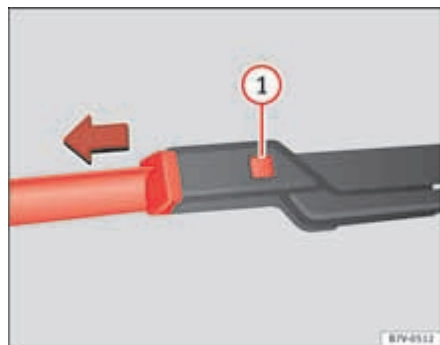

Abb. 155 Scheibenwischerblätter der Frontscheibe auswechseln.
- Entriegelungstaste ⇒ Seite 252, Abb. 155  gedrückt halten und gleichzeitig das Scheibenwischerblatt in Pfeilrichtung abziehen.